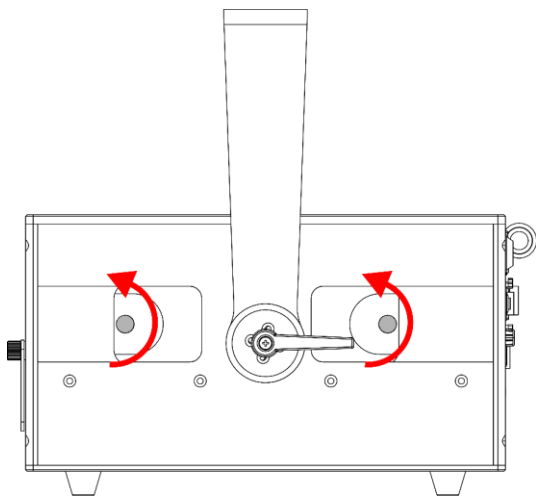

Fig. 15
- 01) Ruotare le 2 **viti di regolazione della piastra di copertura (03)** in senso antiorario, come mostrato nella Fig. 15.